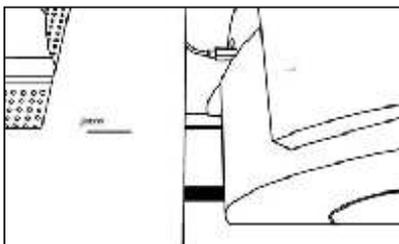

ABBILDUNG 6
- *Modell 15 XSE:* Benutzen Sie die untere Ausrichtungszunge (Abb.6).